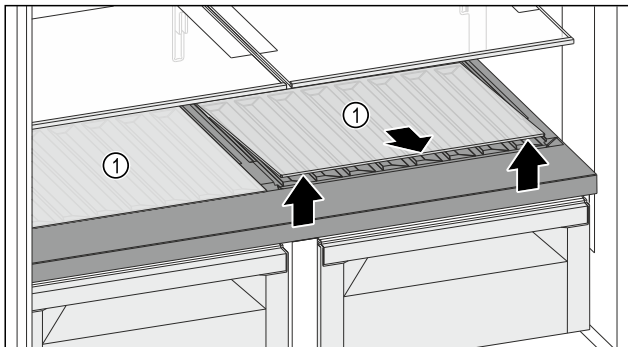

Fig. 113
- Eine Glasplatte oder beide Glasplatten Fig. 113 (1) an der Aussparung vorne anheben und herausnehmen.
- Glasplatte(n) Fig. 113 (1) außerhalb des Geräts sicher aufbewahren.